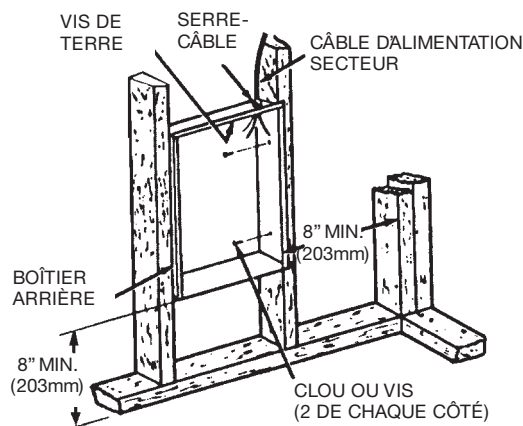

Figure 1 : Positionnement du boîtier arrière dans une construction neuve
1. Montage du boîtier arrière (Voir la Figure 1).
- c. Fixez le boîtier arrière en place avec des vis à bois ou des clous comme c'est montré en Figure 1.
2. Câblage de l'alimentation électrique (Voir la Figure 1).